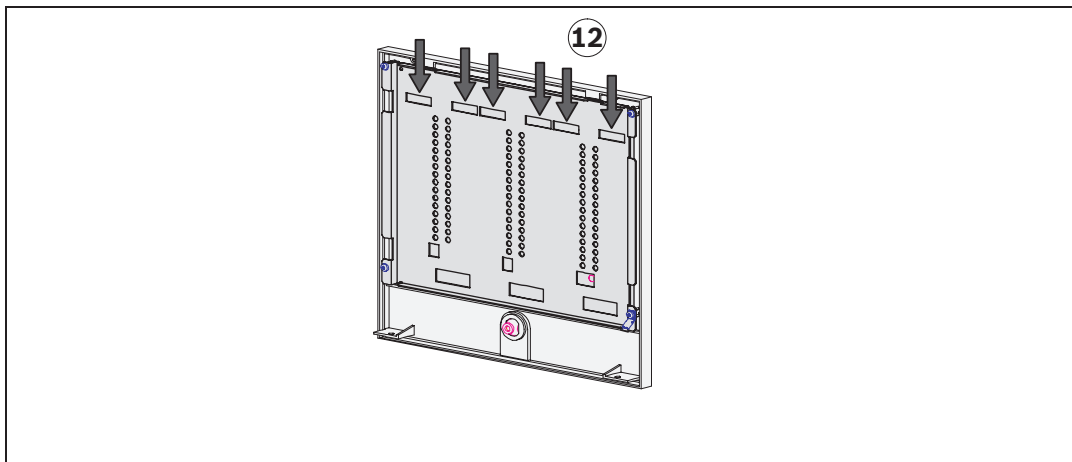

Рисунок 4.7: Вставка маркировочных полосок
11. Маркировочные полоски для модулей извещения можно самостоятельно напечатать на обычном лазерном принтере. DOT-файл шаблона (Print_BAT100LSN.dot) находится на компакт-диске, прилагаемом к контроллеру панели MPC. Вставьте распечатанные маркировочные полоски в гнезда на задней стороне передней панели (см. Рисунок 4.7 (12)).